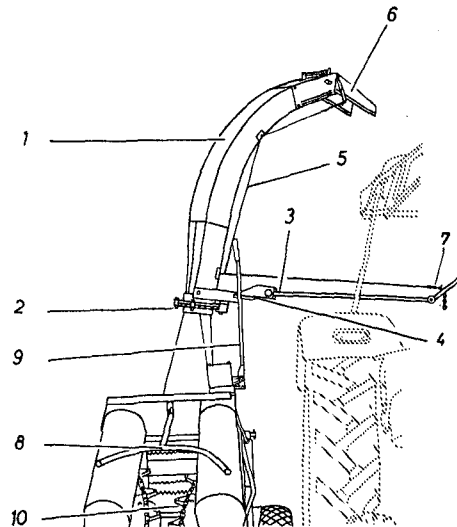
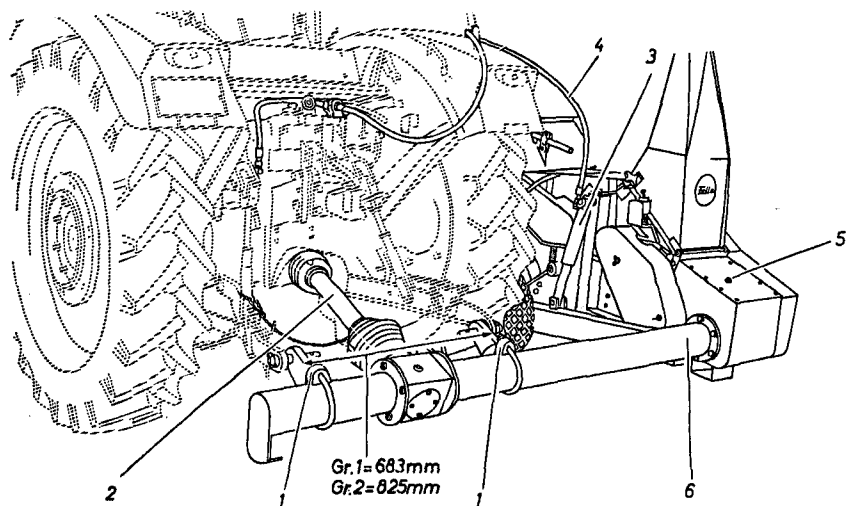
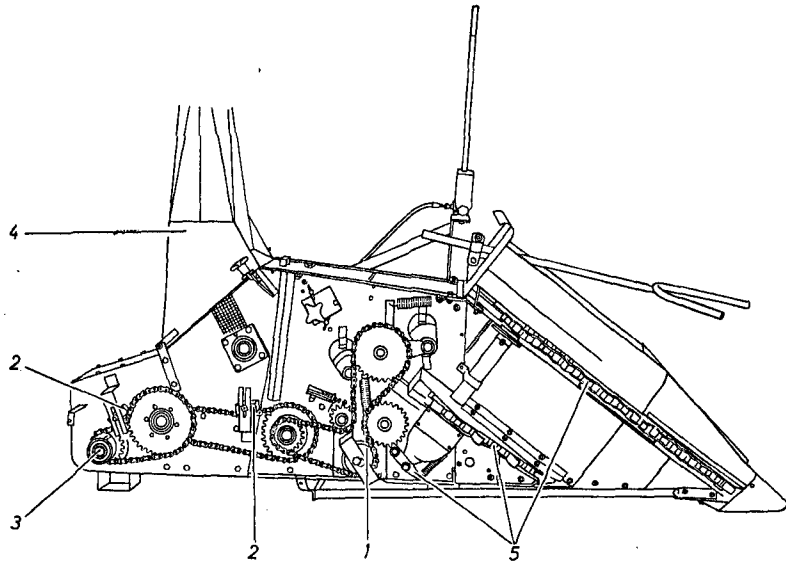
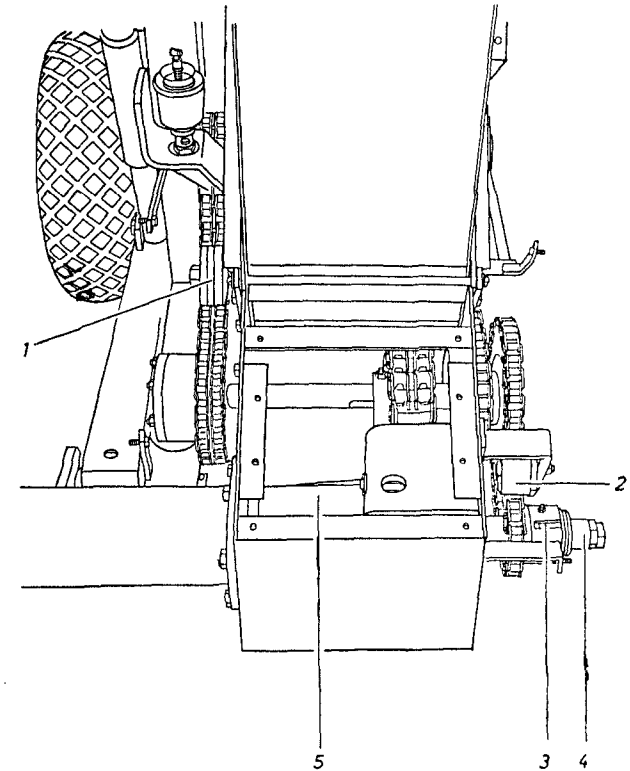

Bild 1
Bild 2 Aushebung durch Anschluß an die Schlepperhydraulik (Schlauchführung über den Kotflügel)
Bild 3
Bild 4
1. Aushebung mittels Handhydraulik (Bild 1)
2. Aushebung durch den Anschluß an die Schlepperhydraulik (Bild 2)
Wird die Maschine mit abgenommenem Tragrohr ausgeliefert, so ist dieses sorgfältig zu montieren. Vor dem Einschieben des Endes der Antriebswelle in das Kettenrad mit Profil, beide Teile einfetten (Bild 2, Pos. 6).
Der beim Bahntransport meist abgenommene Auswurfkrümmer (Bild 1, Pos. 1) wird auf den Gehäusestutzen aufgesetzt und mit Hilfe der 4 Distanzstücke und den mitgelieferten 4 Sechskantschrauben M 10 x 35 und Muttern drehbar verbunden (Bild 1, Pos. 2 und Tafel 13, Pos. 7). Das Verstellrohr (Bild 1, Pos. 3) kann entsprechend der Lage des Schleppersitzes am Schwenkbügel (Bild 1, Pos. 4) und am Griff zum Verstellrohr eingestellt werden. Das Zugseil (Bild 1, Pos. 5) zum Einstellen der Krümmerklappe (Bild 1, Pos. 6) wird mit einer Kette (Bild 1, Pos. 7) entsprechend reguliert. Der Abweisbügel (Bild 1, Pos. 8) ist so einzustellen, daß der Maisstengel etwas nach vorne gedrückt wird. Dadurch erreicht man einen zügigen Einzug.
Die beiden Kupplungsstücke für die unteren Lenker (Bild 2, Pos. 1) werden entsprechend der vorhandenen Schlepper-Normgröße I bzw. II eingestellt. Bei Größe I (Bild 2) auf 683 mm, bei Größe II werden die Kupplungsstücke (Bild 2) umgedreht, damit die großen Zapfen nach außen kommen. Das Außenmaß ist dann auf 825 mm einzustellen. Die Kupplungsstücke sind mit drei Rillen versehen, wodurch sich weitere Einstellmöglichkeiten ergeben. Zweckmäßigerweise werden z. B. bei Schleppern mit weit hinten liegendem Gelenkwellenanschluß die Kupplungsstücke ganz nach vorn unten gedreht. Dadurch erreicht man, daß der Abstand zwischen den Gelenkwellenstummeln am Schlepper und Gerät größer wird und somit eine möglichst lange Gelenkwelle Verwendung finden kann.
Durch Verschieben der beiden Kupplungsstücke (Bild 2, Pos. 1) ist der Anbau, der Schlepperbreite gemäß, so vorzunehmen, daß die Gelenkwelle (Bild 2, Pos. 2) möglichst wenig abgewinkelt wird und andererseits zwischen dem Stützrad und dem Schlepperreifen ein Abstand von ca. 3—5 cm besteht. Es muß außerdem darauf geachtet werden, daß das Stützrad parallel zum Schlepperrad läuft (Achtung bei ausgeschlagenen Unterlenkern). Die Höhe der Unterlenker ist so einzustellen, daß der Maishäcksler nach vorne schräg zum Boden steht und die Schleifschuhe den Boden berühren, dabei ist zu beachten, daß das Schneidmesser mindestens noch 10 cm Abstand zum Boden hat.
Das Anheben und Senken der Maschine erfolgt entweder durch Betätigen der Handpumpe (Bild 1, Pos. 9) bzw. Schlepperhydraulik (Bild 2, Pos. 4) (Schlauchführung über den Kotflügel). Niemals schlagartig abfallen lassen. Bei der Arbeit dürfen die Schleifschuhe nicht auf dem Boden schleifen, sondern diesen höchstens leicht berühren!
Zum Transport der Maschine den Hydraulikzylinder (Bild 2, Pos. 3) mit Hilfe der Handpumpe (Bild 1, Pos. 9) bzw. Schlepperhydraulik (Bild 2, Pos. 4) ganz ausfahren, anschließend durch die Dreipunkthydraulik die Maschine ausheben und waagrecht stellen.
Der gesamte Einzug wird über Ketten angetrieben, die immer gut geschmiert und gespannt sein müssen. Gegebenenfalls sind die Kettenspannräder (Bild 3, Pos. 1 und Bild 4, Pos. 1) und Kettenspannklötze (Bild 3, Pos. 2 und Bild 4, Pos. 2) nachzustellen. Mit einer Handkurbel, die auf die Mitnehmerscheibe der Überlastkupplung (Bild 3, Pos. 3) aufgesteckt wird, kann der Einzug bei Störungen zurückgedreht werden. Um den Einzug vor Überlastung zu schützen, ist eine Überlastkupplung (Bild 4, Pos. 3) eingebaut. Die Kupplung ist richtig eingestellt, wenn sich der Distanzring (Bild 4, Pos. 4) zwischen Tellerfedern und Muttern gerade noch drehen läßt.
Rohrstutzen (Bild 3, Pos. 4) darf während des Messerschleifens nicht abgeklappt sein.
- Vor Erntebeginn** Ölstand im Getriebegehäuse (Bild 4, Pos. 5) prüfen. Ist die Maschine in Arbeitsstellung angebaut, muß der Ölstand zwischen den beiden Markierungen am Ölmeßstab (Bild 2, Pos. 5) stehen (Öl SAE 90 oder 140)
Förderketten mit Kettenspanner und Spannhebel (Bild 1, Pos. 10 und Bild 3, Pos. 5).